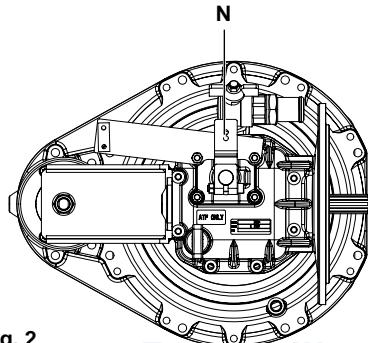

Fig. 2
WARNING. When the engine runs idle, but the propeller shaft should not be driven (such as when charging the battery with the generator), the shifting lever (Fig. 2) must be held in the neutral position (N) to prevent the boat from moving.
PERICOLO. Quando il motore gira al minimo e si desidera che l'elica non giri (per esempio se si deve caricare la batteria con la barca ferma), la leva di comando deve trovarsi in posizione neutrale N (vedere fig. 2).
DANGER. Quand le moteur tourne à vide, tandis que l'arbre d'hélice est arrêté (par exemple quand les batteries se chargent avec l'alternateur), le levier de commande (fig. 2) doit être en position neutre (N), pour que le bateau ne se déplace pas.
WANRUNG. Wenn der Motor im Leerlauf läuft und die Propellerwelle aber nicht angetrieben werden soll (z.B. beim Aufladen der Batterie durch den Generator), muß der Schalthebel (Bild 2) in der neutralen Position (N) gehalten werden, da das Boot sich sonst bewegt.